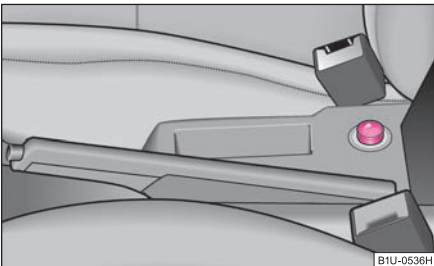

Fig. 86 Consola central: Encendedor
- Pulse el botón del encendedor ⇒ fig. 86.